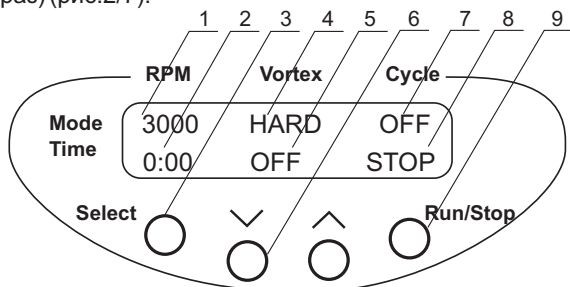

Рис. 2 Панель управления
- 4.2.2 Установка параметров: Нажатием кнопки **Select** (рис.2/3) выберите параметр, который необходимо изменить (каждое нажатие кнопки **Select** последовательно активирует параметры режимов в цикле). Активный параметр обозначается мигающей индикацией.
- 4.2.3 Используйте кнопки **▼** и **▲** (рис.2/6) для установки соответствующих значений (если кнопка прижата более 4 сек, значения меняются быстро).
- 4.2.5 Установите необходимую скорость вращения (шаг 1000 об./мин) (рис.2/1).
- 4.2.6 Установите время центрифугирования (до 1 мин с шагом 1 сек, более 1 мин с шагом 1 мин) (рис.2/2).
- 4.2.7 Установите интенсивность вортиксирования (мягкое, среднее или жесткое) (рис.2/4).
- 4.2.8 Установите время вортиксирования (от 1 до 20 сек, шаг 1 сек) (рис.2/5).
- 4.2.9 Установите число повторений установленного смс-алгоритма (от 1 до 999 раз) (рис.2/7).
- 4.2.10 Нажмите кнопку **Run/Stop** (рис.2/9) для запуска программы.
- 4.2.11 Начнется вращение ротора и на дисплее загорится соответствующая индикация (RUN (рис. 2/8), обратный отсчет циклов (рис. 2/7) и меняющиеся значения параметров времени текущего режима (рис. 2/2) или (рис. 2/5)).
- 4.3.2 Установите необходимую скорость вращения (шаг 1000 об./мин) (рис.2/1).
- 4.3.3 Установите время центрифугирования (до 1 мин с шагом 1 сек, более 1 мин с шагом 1 мин)(рис.2/2).
- 4.3.4 Выключите режим вортиксирования, установив время вортиксирования на нуль (индикация OFF) (рис. 2/5); при этом выключается отсчет циклов.
- 4.3.5 Нажмите кнопку **Run/Stop** (рис.2/9) для запуска программы.
- 4.3.6 Начнется вращение ротора и на дисплее загорится соответствующая индикация (RUN (рис. 2/8) и меняющиеся значения параметра времени текущего режима (рис. 2/2)).
4.4.2 Выключите режим центрифугирования, установив время вращения на нуль (индикация OFF) (рис. 2/2); при этом выключается отсчет циклов.
4.4.3 Установите интенсивность vortexирования (мягкое, среднее или жесткое) (рис.2/4).
4.4.4 Установите время vortexирования (от 1 до 20 сек, шаг 1 сек) (рис.2/5).
4.4.5 Нажмите кнопку **Run/Stop** (рис.2/9) для запуска программы.
4.4.6 Начнется движение ротора и на дисплее загорится соответствующая индикация (RUN (рис. 2/8) и меняющиеся значения параметра времени текущего режима (рис. 2/5)).